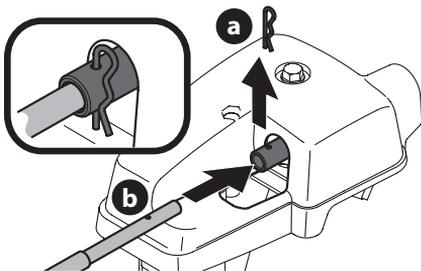

Figura 29
4. Retire el broche de horquilla (a) de la parte posterior del cabezal de control del canal (Figura 29).
5. Inserte el eje flexible (b) en la parte posterior del cabezal de control del canal y sujete con el broche de horquilla (a) que extrajo en el Paso 4 (Figura 29).